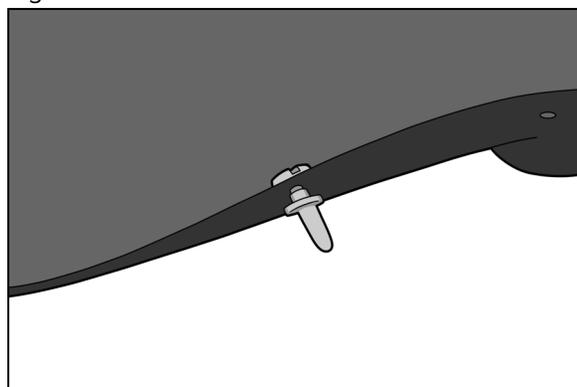

Fig. 5
**! NOTA ! NON SERRARE.** Il gruppo del perno deve essere allentato nel foro. (Fig. 5).